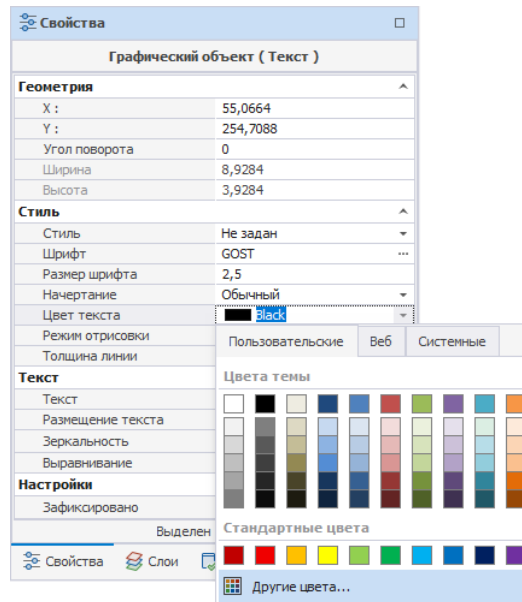

Рис. 328 Выбор цвета
- Пункт «Цвет текста», поле «Стиль» - выбор цвета текста. Возможен выбор цветов, заданных в системе, а также выбор произвольного цвета во вкладке «Пользовательские», см. Рис. 328.